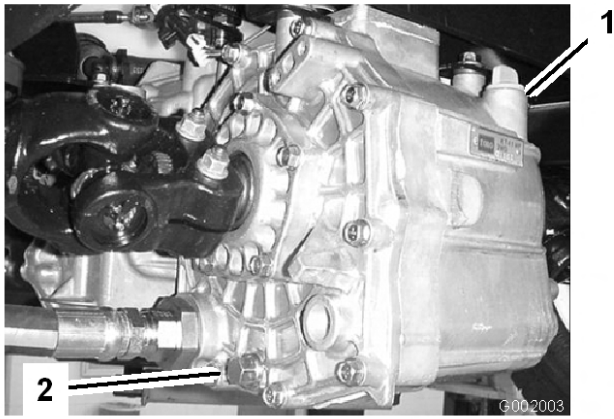

Figura 63
3. Retire el tapón de vaciado del lado del depósito y deje que se drene el aceite hidráulico al recipiente (Figura 63).